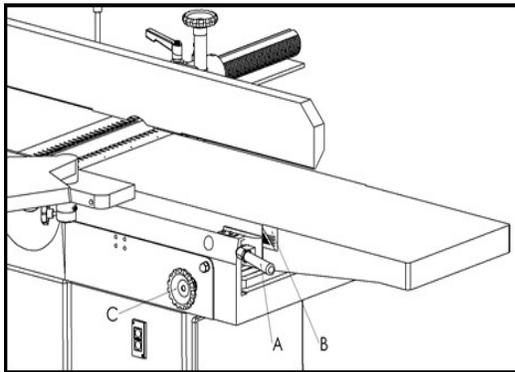

Fig. 14
1. Loosen table lock (C) Fig. 14